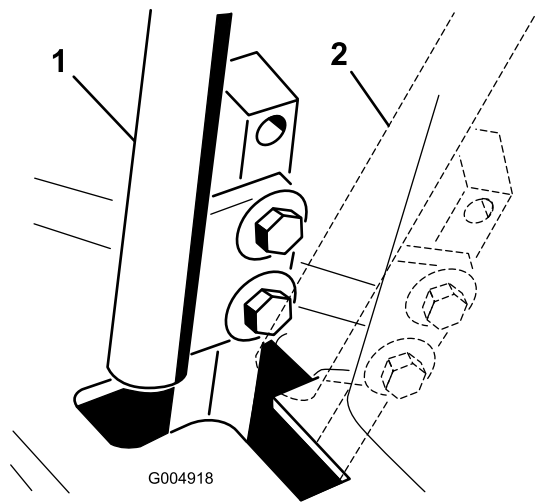

Figure 57
4. Placez le levier de commande au POINT MORT, **sans le verrouiller** (Figure 57).
6. Vérifiez la position du levier par rapport au cran de la console (Figure 57).